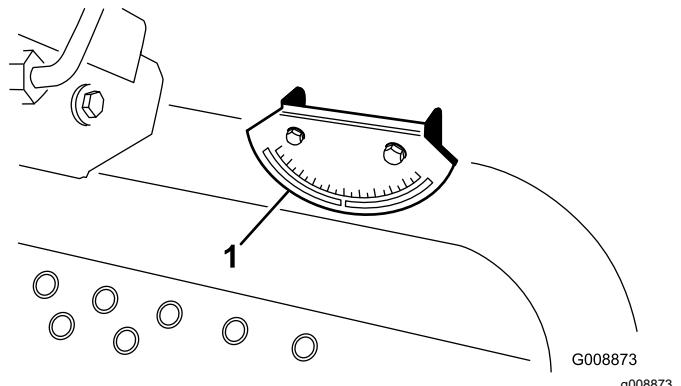

Figure 6
2. Vérifiez que la machine est de niveau en plaçant un inclinomètre à main (fourni avec la machine) sur la traverse du cadre près du réservoir de carburant (Figure 6). L'inclinomètre doit indiquer 0° vu de la position d'utilisation.